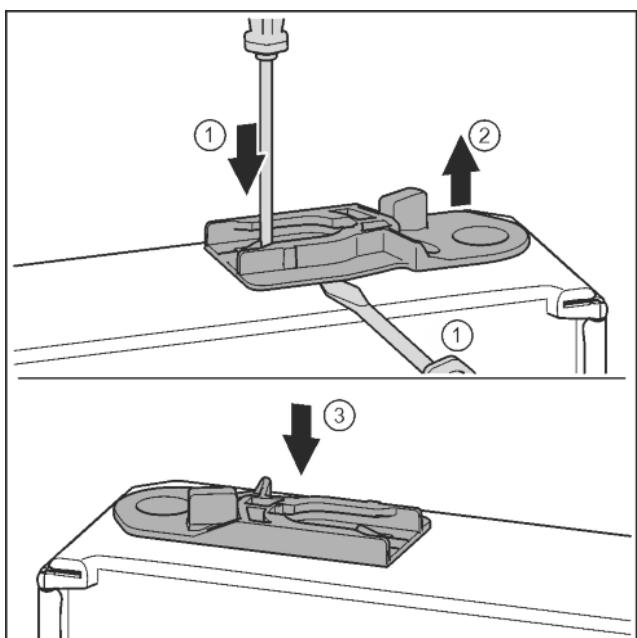

Fig. 35
- ▶ Vytáhněte vodicí pouzdro: Stiskněte jazýček šroubovákom a současně plochým šroubovákom zajedte pod vodicí pouzdro. Fig. 35 (1, 2)
- ▶ Vodicí pouzdro přiložené v příslušenství zasuňte na druhé straně pláště. Fig. 35 (3)